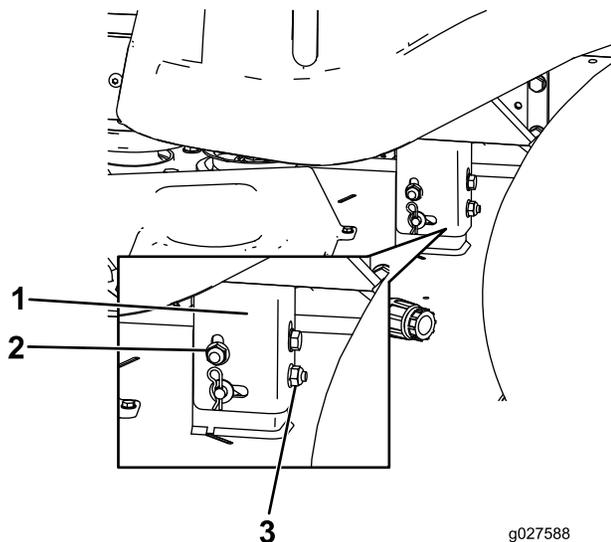

Figure 58
8. Élevez ou abaissez le côté gauche du plateau de coupe en tournant l'écrou arrière (Figure 58).